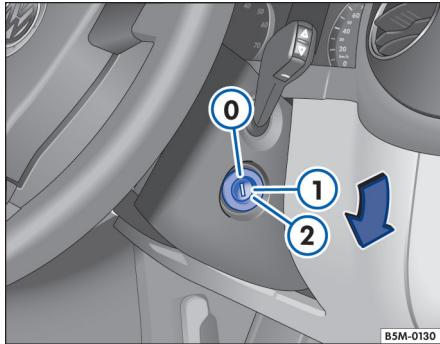

图 110 点火开关锁孔位置
① 切断点火开关电源/关闭发动机/锁止方向盘
点火钥匙处于该位置时→图 110①，关闭点火开关，发动机熄火，同时啮合方向盘锁止机构，锁止方向盘。